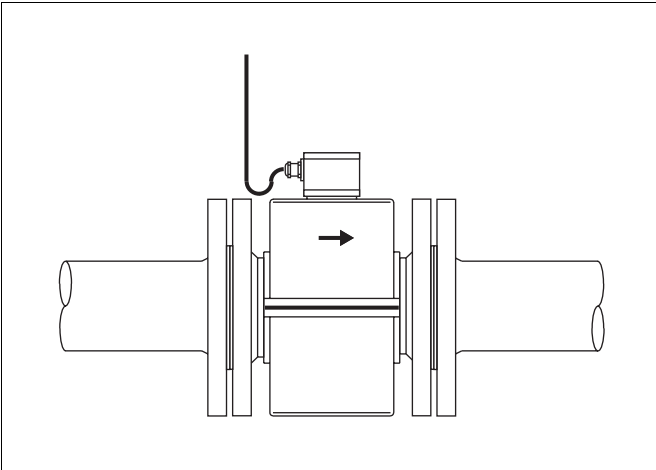

Abb. 36 Verlegung der Kabel
- Bei der Installation der Kabel zum Durchflussaufnehmer ist darauf zu achten, dass die Kabel mit einem Wassertrockner verlegt werden, (Abb. 36).